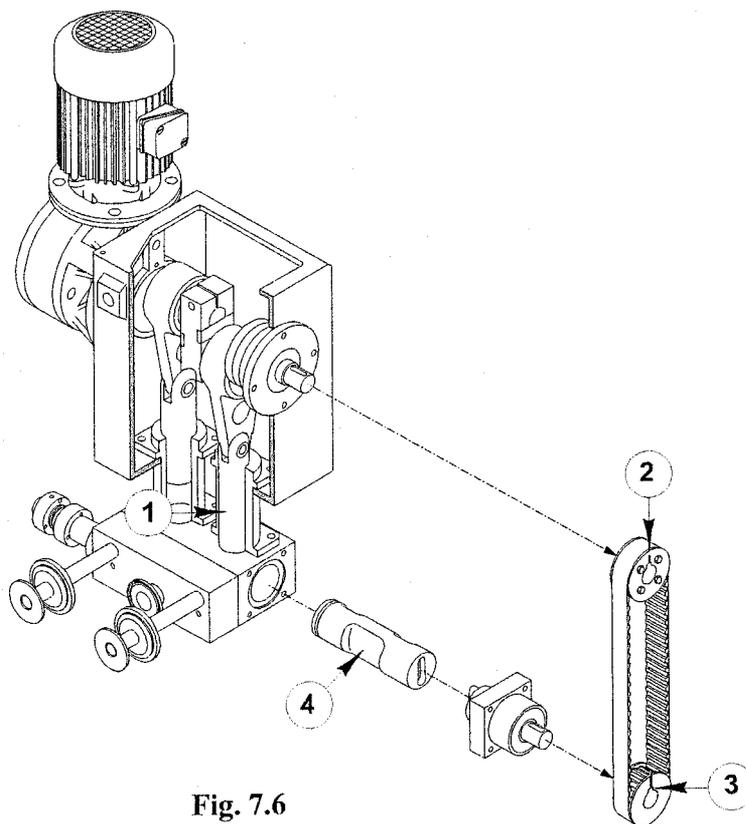

Fig. 7.6
- **Pompa alimentazione miscela (Fig. 7.6)**
Verifica fasatura (Fig. 7.6)